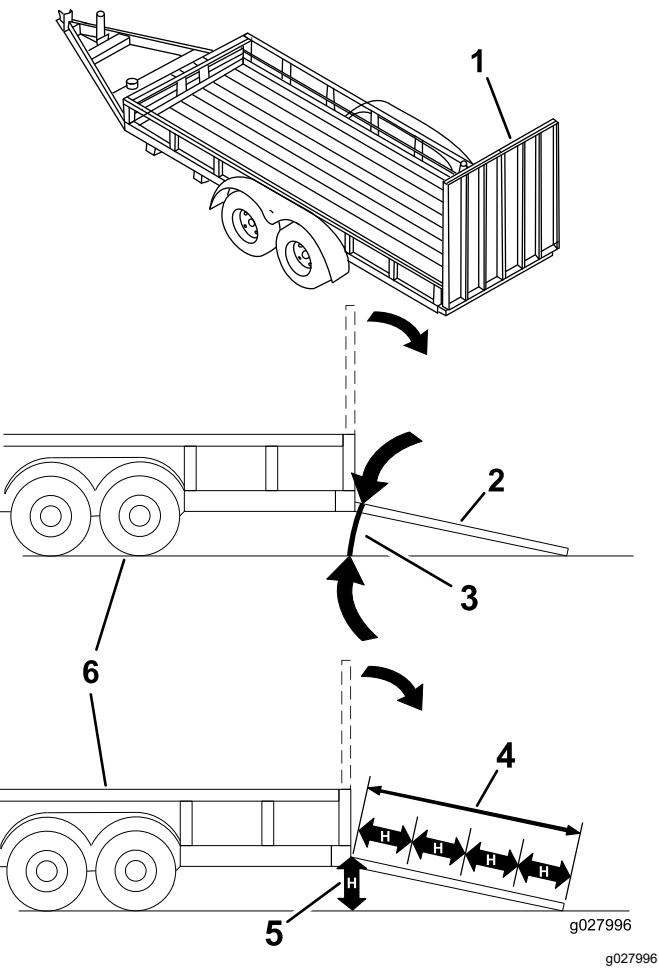

Figure 33
Le chargement de la machine sur une remorque ou un camion augmente le risque de basculement, et donc de blessures graves ou mortelles (Figure 33).
3. Abaissez la rampe pour que l'angle avec le sol ne dépasse pas 15 degrés (Figure 33).
1. Abaissez la rampe pour que l'angle avec le sol ne dépasse pas 15 degrés (Figure 33).